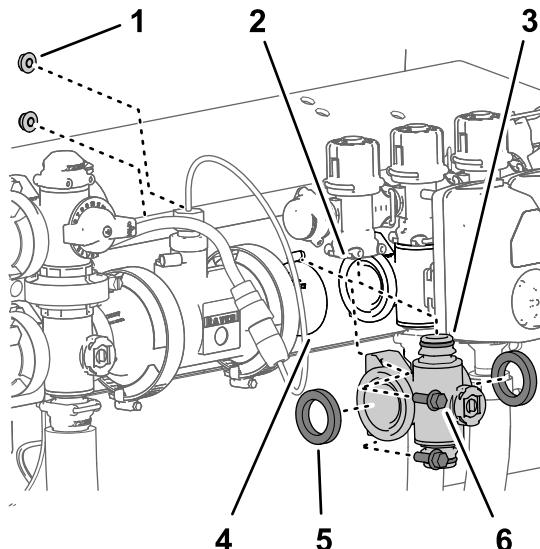

Figura 114
4. Para los distribuidores de la válvula de sección izquierdo y derecho, retire los 2 pernos con arandela prensada ($\frac{1}{4}$ " x $\frac{3}{4}$ ") y las tuercas prensadas y las 2 contratuerzas prensadas ($\frac{1}{4}$ ") que sujetan el distribuidor de la válvula de sección al soporte de la válvula (Figura 114).
5. Mueva el distribuidor de la válvula de sección y las juntas hacia abajo hasta que estén libres de la válvula de desvío de sección, y luego retírelos de la máquina (Figura 114).